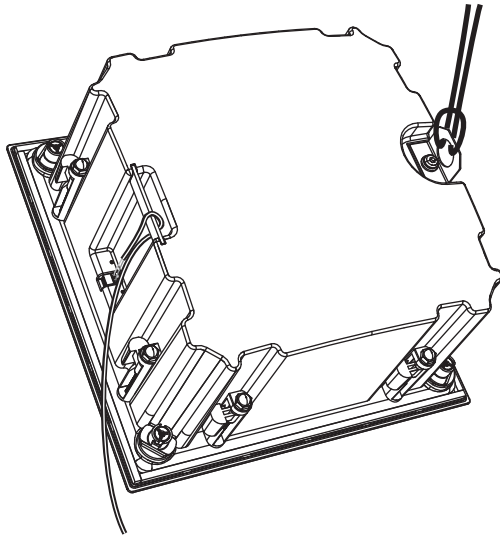

Fig. 16. Connecting the secondary safety to the back can
1. Anslut en sekundär säkerhetskabel till metallmonteringsöglan på baksidan av den bakre burken när baksidan kan anslutas korrekt. Den andra änden av den sekundära säkerhetskabeln ska fästas till lämplig stark monteringspunkt i taket (fig.16).